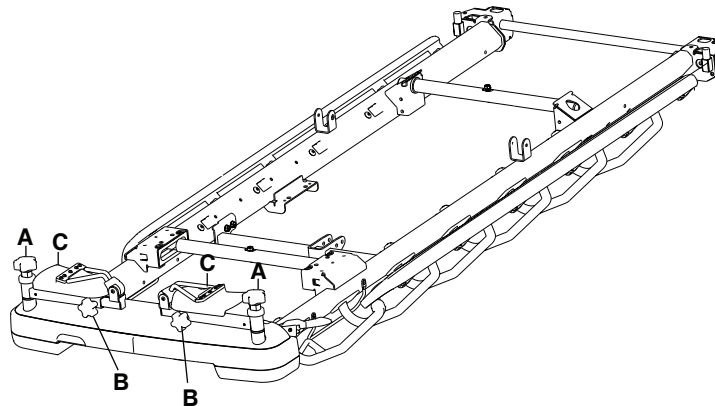

Abbildung 22 – Einklappen der Fußstützen
3. Den Beinknopf (B) an der Seite der Fußstützen lösen, um die Länge einzustellen.
4. Den Beinknopf (B) festdrehen, um die Fußstützen in der gewünschten Position zu sperren.
5. Vor dem Positionieren des Patienten die Fußstützen (C) hochklappen.
6. Zum Einklappen der Fußstützen die Schritte in umgekehrter Reihenfolge ausführen (Abbildung 22).